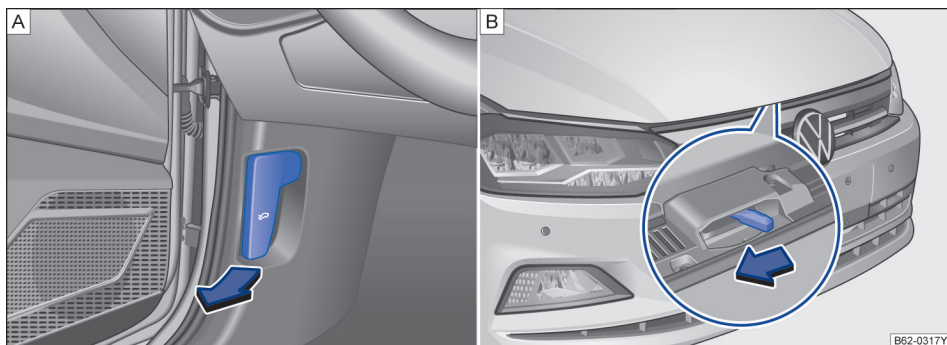

图 141 [A] 发动机舱盖锁开启手柄。[B] 散热器格栅上方用于打开发动机舱盖的分离杆
- 将车门打开沿图示箭头方向拉动开启手柄→图 141 [A]，舱盖在弹簧机构的作用下弹开稍许。
- 略微抬起发动机舱盖，拨开锁钩，使锁钩脱离→图 141 [B]→▲